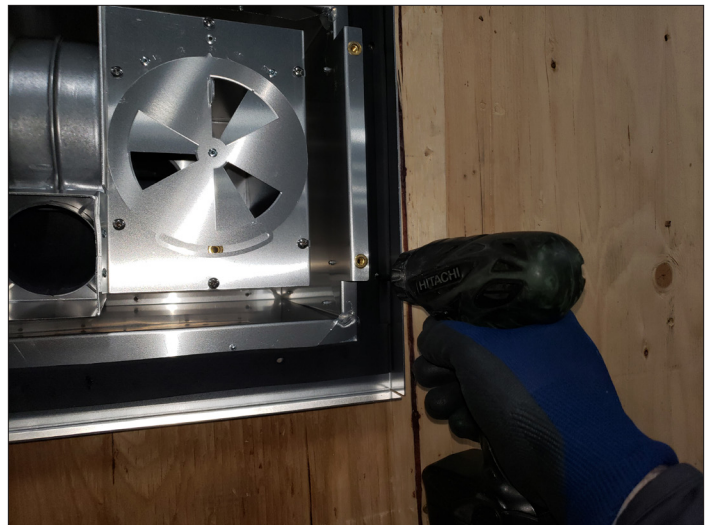

Figure 3.19, Le chapeau est fixé dans le mur
10. Installez le chapeau d'évacuation dans le mur et fixez-le au mur en utilisant les 8 vis fournies. Voir Figure 3.19.